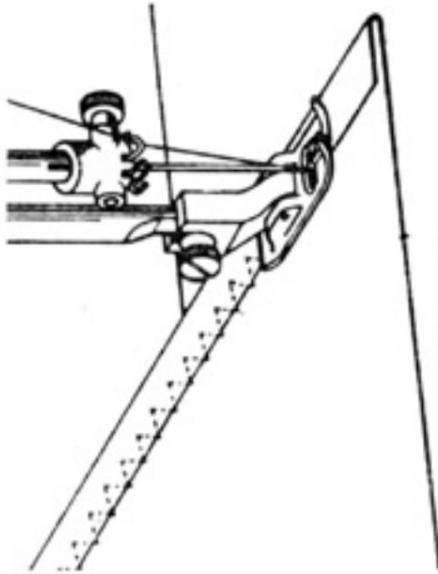

Рис. 52
**30. Подрубка эластичного материала (рис. 52)**